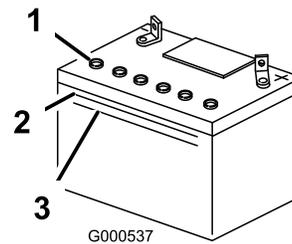

Figure 39
- Enlevez les bouchons d'évent de la batterie (Figure 39).
- Versez de l'eau distillée avec précaution dans chaque élément jusqu'au repère supérieur (Figure 39) sur le côté de la batterie.
- Au besoin, ajoutez de l'eau distillée pour amener le niveau jusqu'au repère supérieur sur le côté de la batterie (Figure 39).
- Observez le côté de la batterie. Le niveau de l'électrolyte doit atteindre le trait supérieur (Figure 39). Le niveau d'électrolyte ne doit pas descendre au-dessous du trait inférieur (Figure 39).